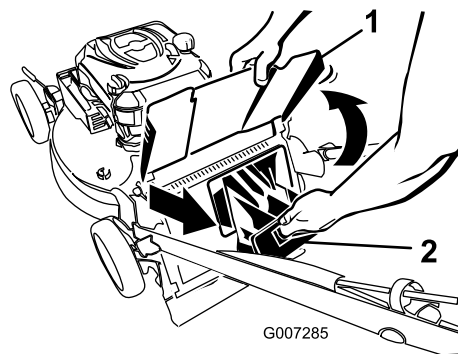

Bild 21
2. Heben Sie das Auswurfablenkblech an und halten es hoch (Bild 21).
3. Ziehen Sie die Heckauswurfklappe ab (Bild 21).